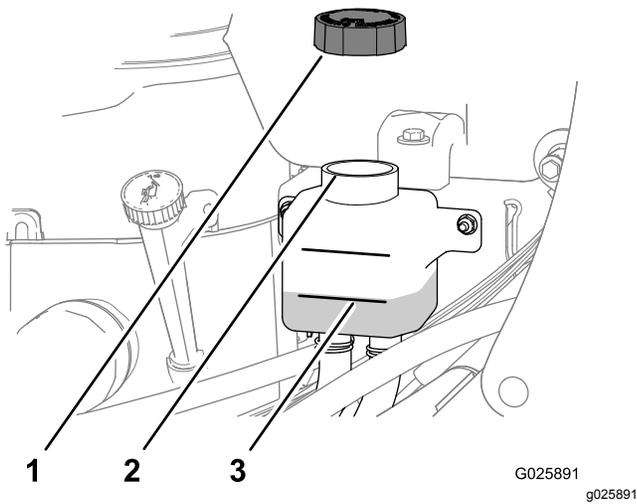

Figura 58
- Retire el tapón del depósito de expansión y compruebe el nivel de fluido hidráulico del depósito (Figura 58).
4. Si es necesario, añada el fluido para transmisión especificado hasta que el nivel de fluido llegue a la línea Full Cold del depósito de expansión (Figura 58).